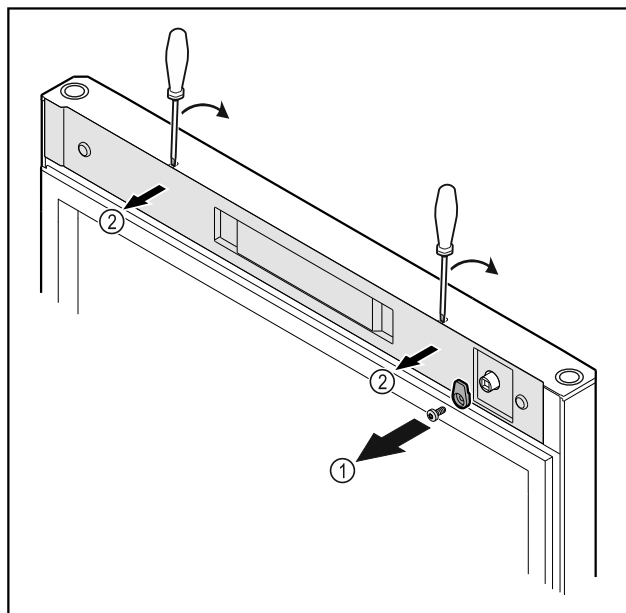

Fig. 18
- Schließhaken Fig. 18 (1) abschrauben.
- Abdeckung Fig. 18 (2) mit einem kleinen Schraubendreher ausrasten und abnehmen.